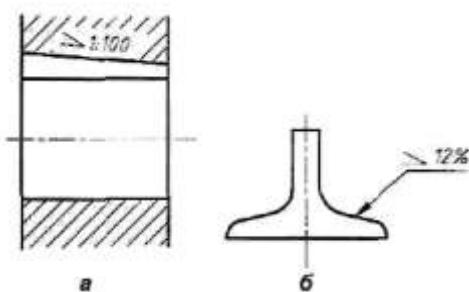

Рис. 1.14
18) \triangle - конусність (рис. 1.14).